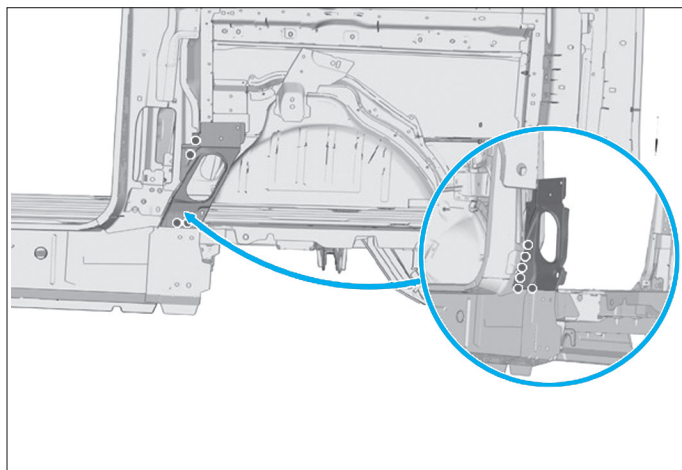

FIG. 107
- Souder par points électriques (Fig.107).